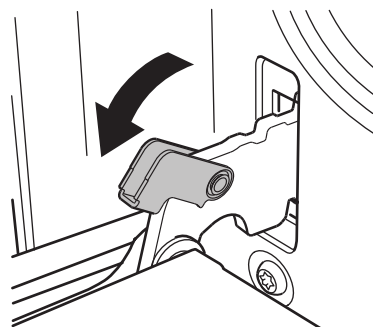

Figura 1
- Para extraer la puerta, ábrala hasta formar el máximo ángulo posible. Luego tire hacia atrás del tope de la bisagra de la puerta. (Figura 1) (Hay un total de 2 topes a ambos lados de la puerta.)